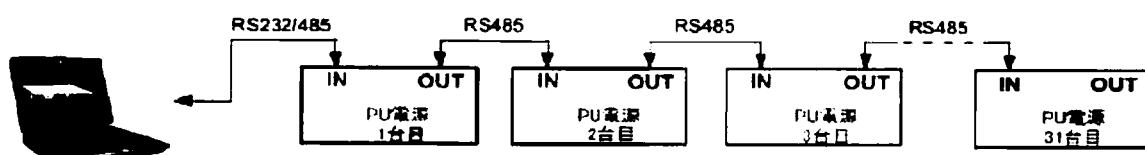
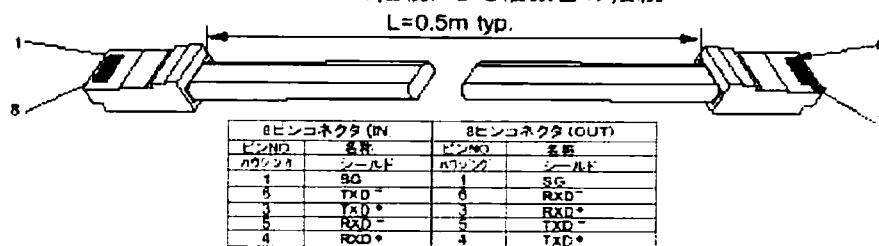

図 7-5: RS232/485接続による複数台の接続
図 7-6: RJ-45 シールドコネクタ付きシリアルリンクケーブル
1. 1 台目の電源接続：電源からコントローラ (PC) への接続については 7.4.1 項をご参照下さい。
2. 他の電源接続：バス上の他の電源は RS485 インターフェースで接続します。接続例については図 7-5 を参照下さい。
- リアパネルの設定スイッチ SW1-6 を上向き (UP) に設定します。
- 各電源に添付されているリンクケーブル (図 7-6 参照) を使って、各電源の OUT 端子から次の電源の IN 端子に接続します。